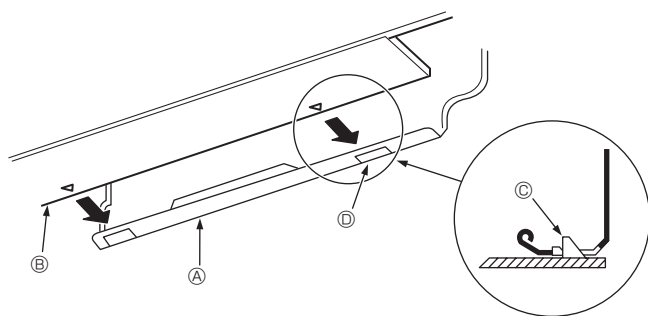

Fig. 3-12
3. Lors de l'insertion de la tuyauterie de réfrigérant et du tuyau d'écoulement dans le trou de pénétration dans le mur (manchon de pénétration), accrocher le haut de l'appareil intérieur au panneau de montage ①.
5. Fixer en poussant la partie inférieure de l'appareil intérieur sur la planche d'installation ①. (Fig. 3-12)
- * Vérifier que les boutons dans le bas de l'appareil intérieur sont correctement insérés dans la planche d'installation ①.
- ① Planche d'installation
- ② Appareil intérieur
- ③ Crochet
- ④ Orifice carré